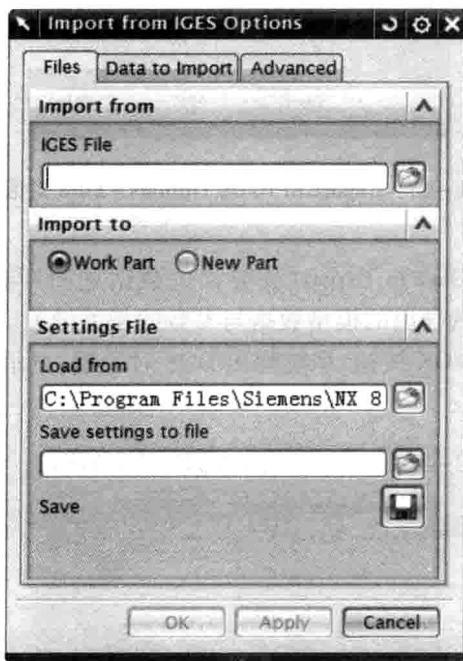
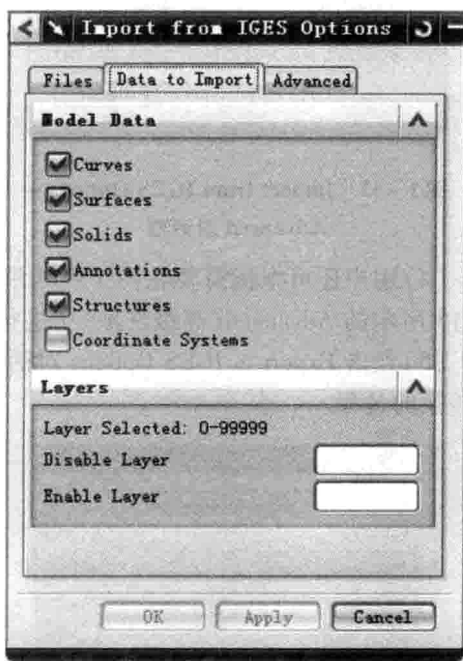
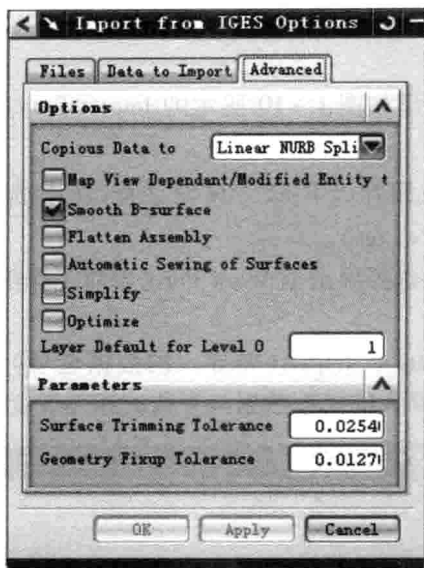

图 1-10 Import from IGES Options - Files 对话框
图 1-11 Import from IGES Options - Data to Import 对话框
图 1-12 Import from IGES Options - Advanced 对话框
(1) 选择【File】→【Import】→【IGES】命令,弹出如图 1-10 所示的 Import from IGES Options - Files(导入至 IGES 选项 - 文件)对话框。
(2) 在 Import from(导入自)选项下单击  按钮弹出 IGES File 对话框,从中选择需转换至 UG 中的 IGES 文件的文件名和文件类型(\*.igs)。
(3) 在 Import to(导入至)选项下,可根据需要选择导出至 Work Part(当前工作部件)或 New Part(新部件)。
(4) 用户还可根据需要在图 1-11 所示的 Data to Import(要导入的数据选项)与图 1-12 所示的 Advanced(高级选项)中进行相应的导入的模型数据与参数的相关设置。